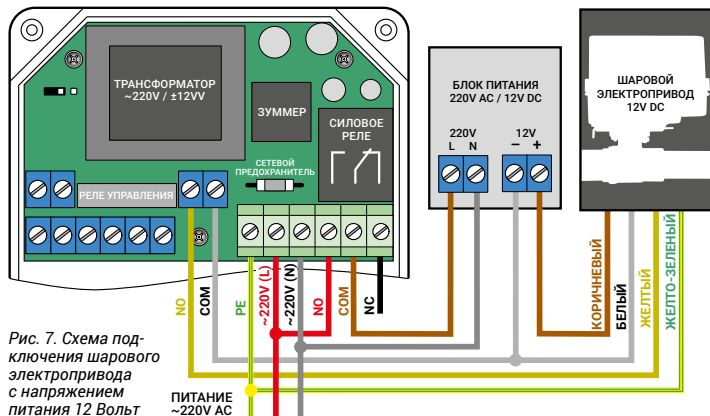

Рис. 7. Схема подключения шарового электропривода с напряжением питания 12 Вольт
6.4. Рис. 7. Схема подключения к блоку управления шаровых электроприводов с напряжением питания 12 В. Клеммы для подключения электроприводов и блока питания 12 В.